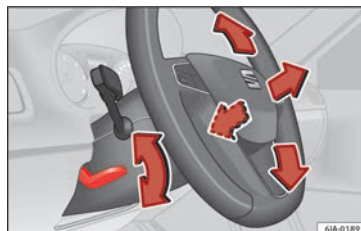

Fig. 3 Volante ajustável: alavanca debaixo da coluna de direção/distância segura a partir do volante.
- Puxe a alavanca situada debaixo do volante » **Fig. 3 A.**